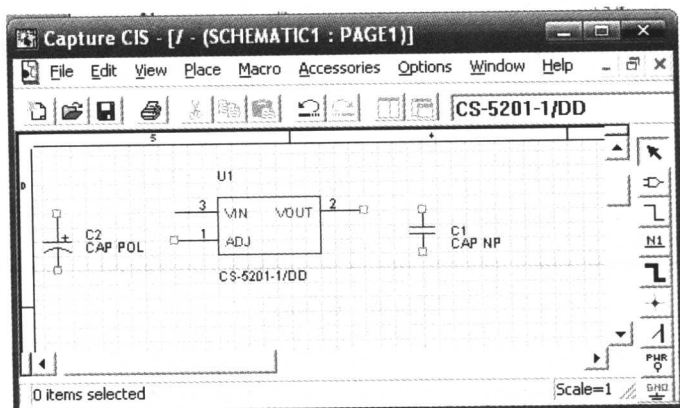

图 2-8 放置在原理图设计窗口的元件
采用与上述步骤 8~10 类似的操作，我们可以在原理图设计窗口放置元件库 Discrete.olb 中的元件 CAP NP 和元件 CAP POL，如图 2-8 所示。
12) 将鼠标放在原理图设计窗口中需要放大或缩小的地方，英文输入的情况下按 I 键（放大）或 O 键（缩小），就能以鼠标为中心放大或缩小视图，最终总能调整到图 2-8 所示的状态。